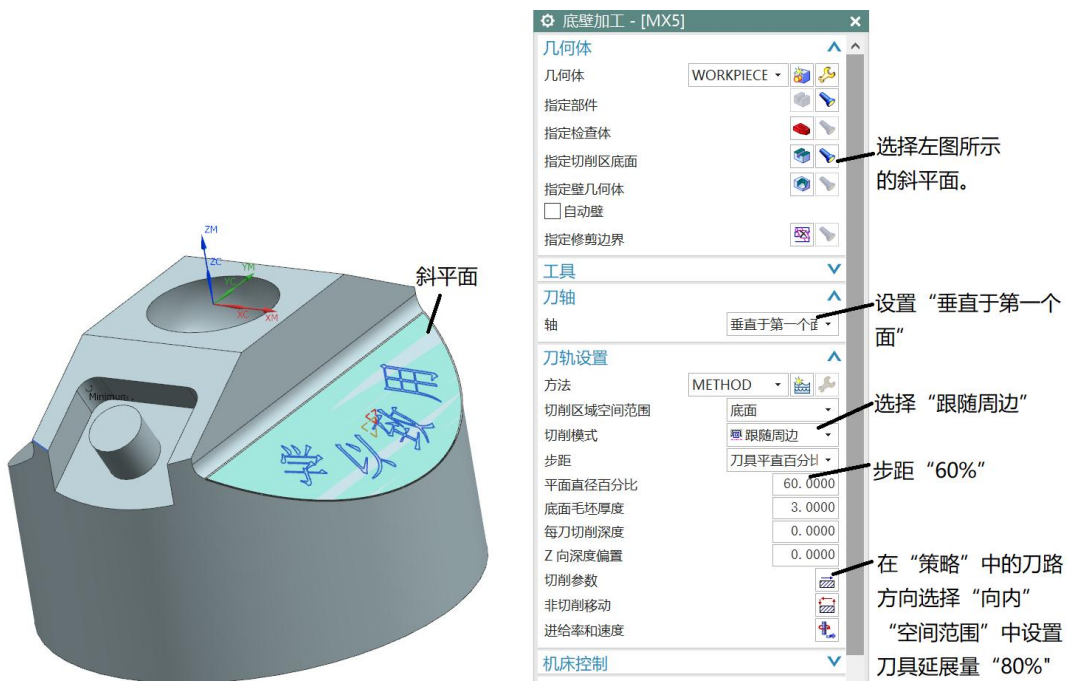

图 2-5 斜平面编程
3、面的精加工，在五轴编程中，平面和斜平面都可以按三轴编程中的平面用平底刀编程加工完成，对于斜平面，只需要改变刀轴，让其与斜平面垂直。如图 2-5 所示。